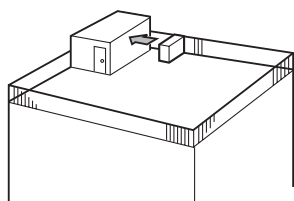

Fig. 2-3
① Ustawić wylot powietrza w kierunku najbliższej ściany, zachowując odległość ok. 50 cm. (Fig. 2-3).